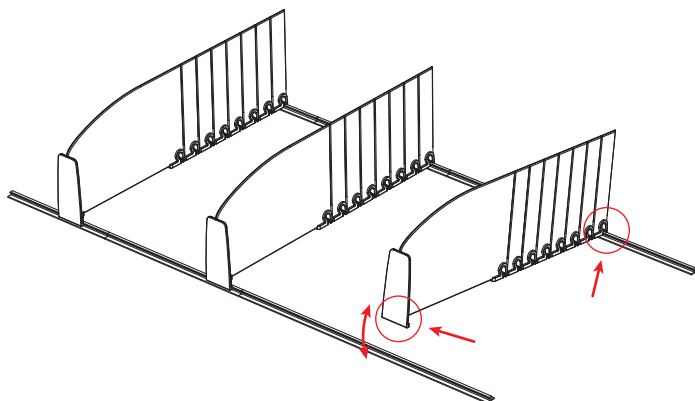

Рис. 2
1.2. Придерживая рукой в помеченных красным точках (см. рис. 2), сильным и плавным движением сверху вниз защелкнете клипсу фиксатора на направляющей профиля.